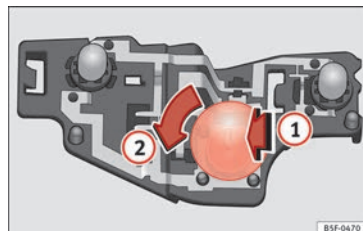

Abb. 222 Position der Glühlampen am Lampenträger.
- Drücken Sie die Lampe leicht in den Lampenträger **» Abb. 222 (1)**, drehen Sie sie anschließend nach links **(2)** und nehmen Sie die defekte Lampe heraus.